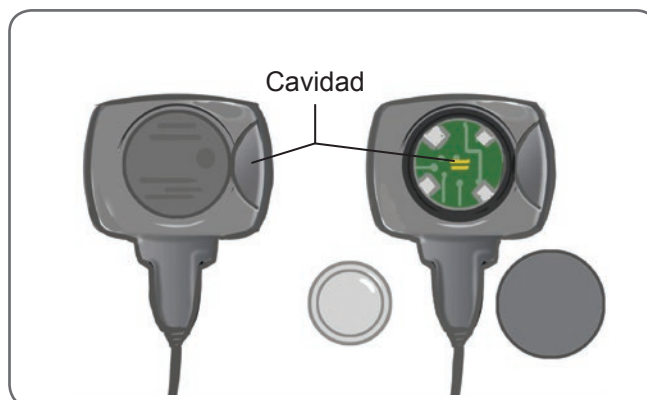

Ilustración 11-1: Sustitución de la batería del sensor de pie
1. Use la cavidad de la parte trasera del sensor de pie para levantar la tapa de la batería. Consulte la ilustración 11-1.